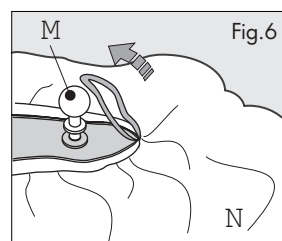

Fig.6
- 10) Agganciare gli elastici alle 4 sfere [M] (Fig.6).